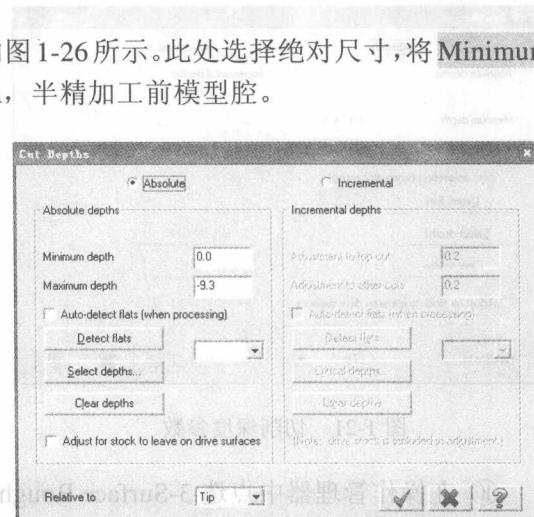

图 1-26 切削深度参数
⑥ 单击 Cut Depths 按钮, 切削深度的设置如图 1-26 所示。此处选择绝对尺寸, 将 Minimum depth 为 0.0mm, Maximum depth 设置为 -9.3mm, 半精加工前模型腔。